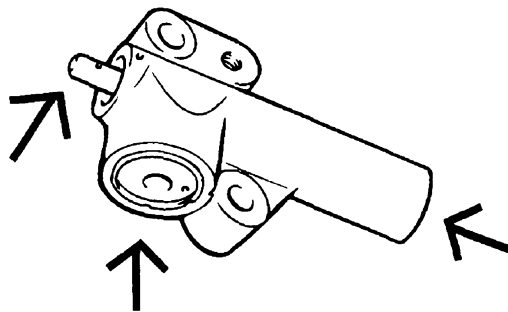

图 31-54 检查推杆
12) 检查自动张紧器是否漏油, 必要时更换。检查推杆有无磨损和损坏, 如图 31-54 所示。